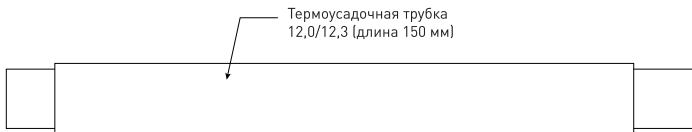

Рис. 8 - Окончательный вид соединительной муфты
5.6.6 На полученное соединение надвинуть термоусадочную трубку 12,0/2,3 — см. рисунок 8 и усадить ее воздушным термопистолетом (при температуре +300 °С в течение 15–20 сек). Расплавление оболочки кабеля и провода не допускается! Окончательный вид соединительной муфты представлен — см. рисунок 8.